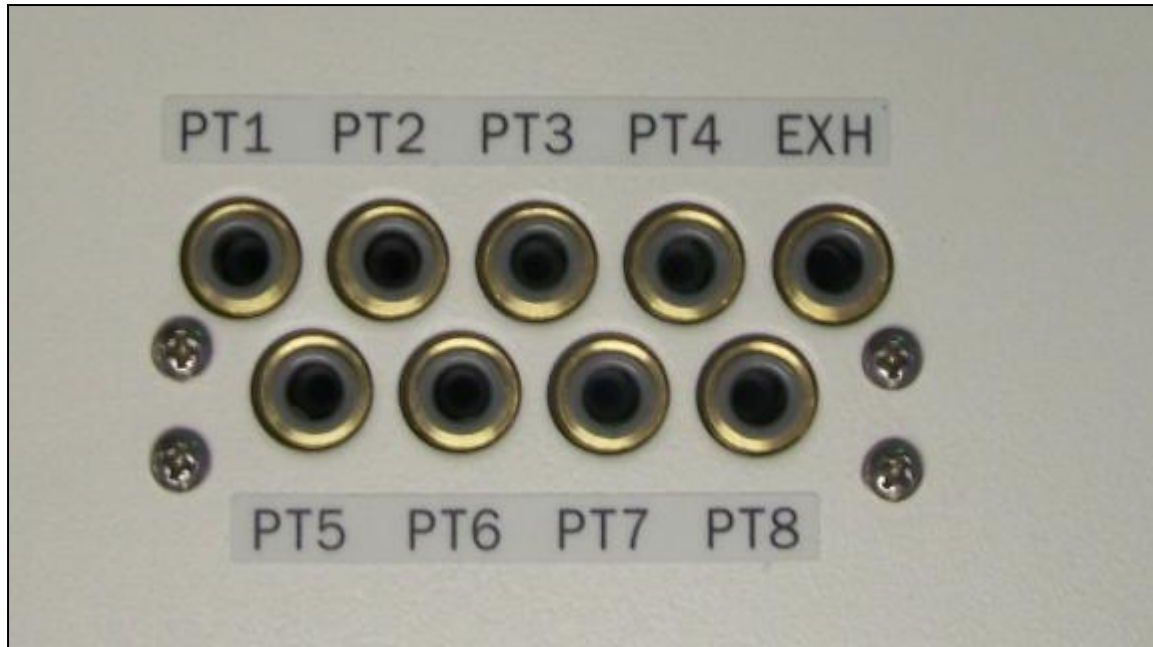

Abbildung 3.4
- Die 4 Halteschrauben in Abbildung 3.4 herausdrehen, um den Sammler zu lösen.